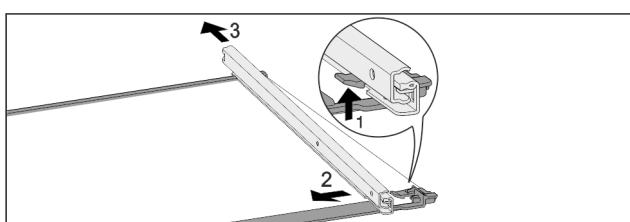

Fig. 116 Glasplatte mit Schienen
- Vorderen Rasthaken nach oben drücken. Fig. 116 (1)
- Auszugsschiene zur Seite Fig. 116 (2) und nach hinten Fig. 116 (3) wegziehen.